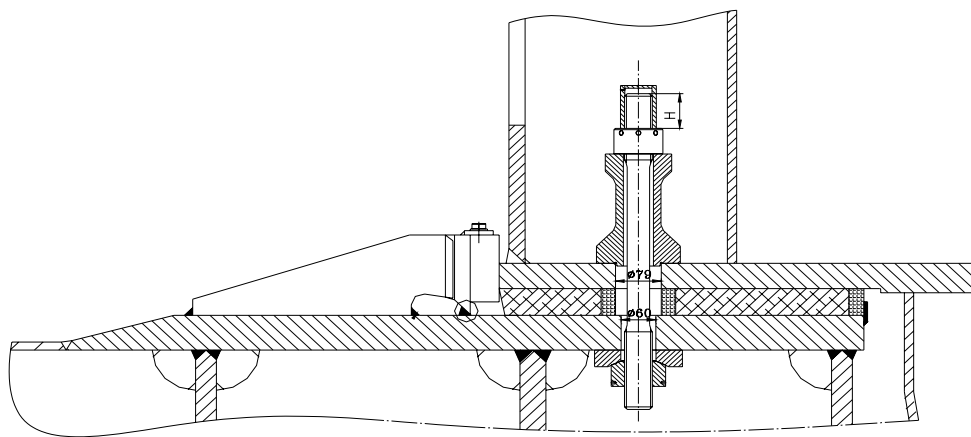

图 1 底脚螺栓安装
5.4.3.2 将底脚螺栓涂上二硫化钼，并用液压拉伸器，将底脚螺栓按图 1 中所示顺序予紧紧固，紧固分两次进行，第一次 20MPa，第二次紧固时，将底脚螺栓予紧拉到额定工作油压：90MPa。